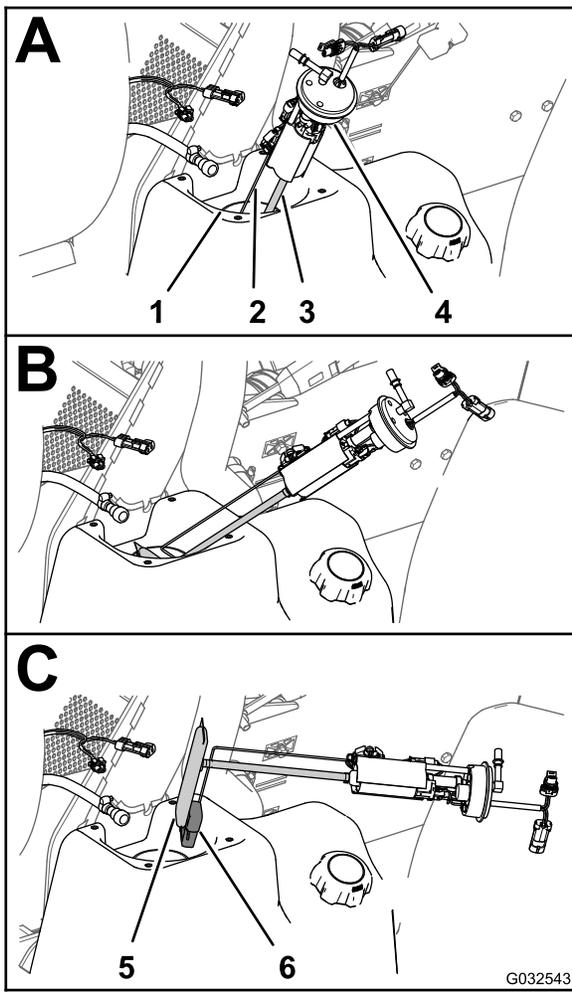
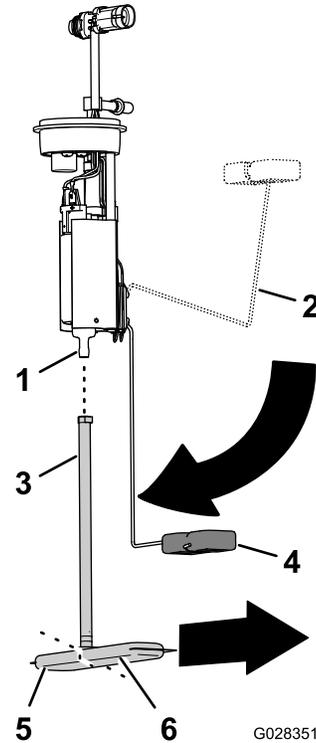

Figura 79
Figura 80
6. Levante y gire cuidadosamente la bomba de combustible/sensor para extraerlos del cuello del depósito de combustible (Figura 79).
1. Retire el tubo de aspiración del filtro de combustible del conector de la bomba de combustible (Figura 80).
2. Alinee el tubo de aspiración del filtro de combustible nuevo con el conector de la bomba de combustible (Figura 80).
3. Alinee la pata larga del filtro de combustible con el flotador, con el flotador en la posición de vacío (Figura 80).
4. Introduzca el conector de la bomba de combustible en el tubo de aspiración hasta que el conector quede bien asentado (Figura 80).
1. Junte el brazo del flotador y el tubo de aspiración, e introduzca el flotador y el filtro de combustible por el hueco del depósito de combustible (Figura 79).
2. Coloque la bomba de combustible/sensor en el hueco del depósito (Figura 79 y Figura 80).
3. Instale la junta y la tuerca sobre la bomba de combustible/sensor y sobre el cuello del depósito de combustible, y apriete la tuerca a mano (Figura 79).
4. Conecte el acoplamiento de la manguera de combustible al conector de la bomba de combustible (Figura 79).
5. Conecte el conector hembra de 2 vías del arnés de cables de la máquina al conector de 2 pines de la bomba de combustible/sensor; conecte el conector de 2 pines del arnés de cables de la máquina al conector hembra de 2 vías de la bomba de combustible/sensor (Figura 79).